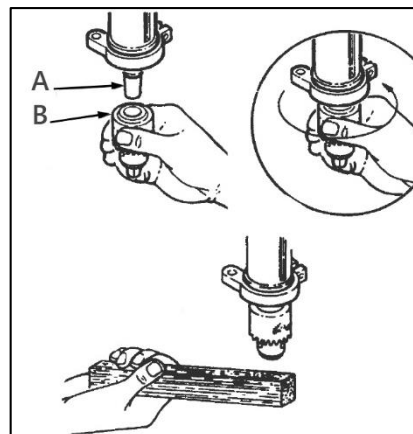

Рисунок 7.
Очистите конусное отверстие в патроне и шпindel (A) (рис. 7) при помощи чистой ткани.